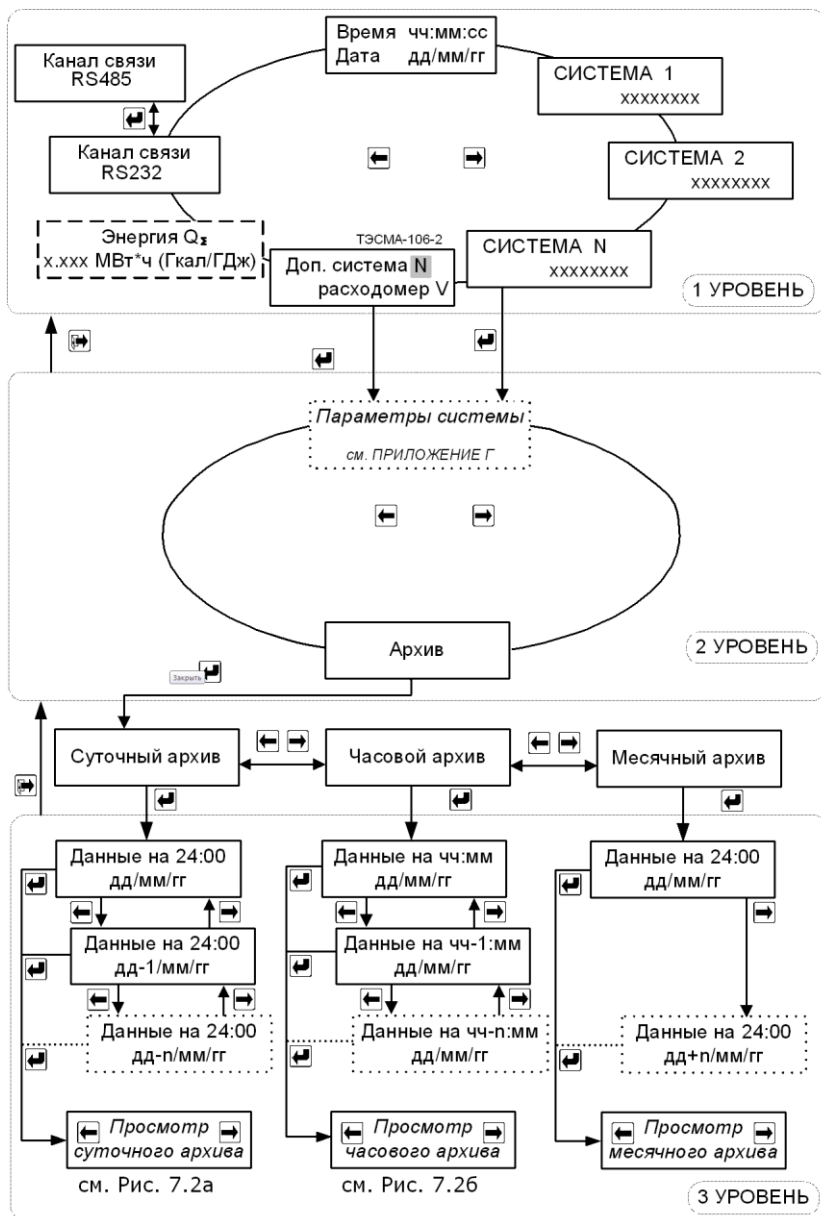

Рис. 7.1 Режим «Рабочий».
5.2.2 Порядок перехода между окнами режима «Рабочий» изображён на рис. 7.1. Меню дополнительных систем с расходомерами V доступно только для модификации ТЭСМА-106-2.